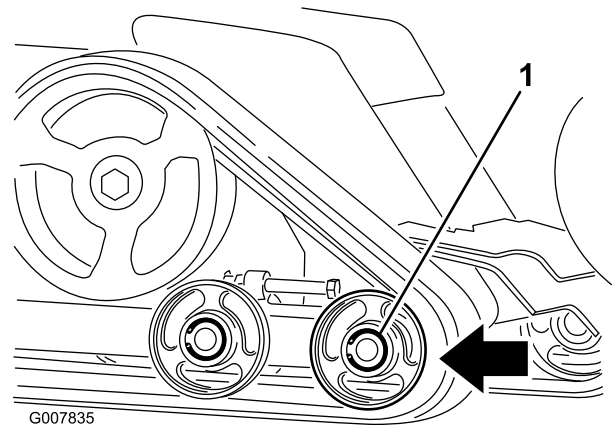

Bild 46
6. Drücken Sie das vordere Straßenrad so weit es geht nach hinten (Bild 46).
8. Wenn Sie die Kette vom Straßenrad entfernt haben, nehmen Sie sie von der Maschine ab (Bild 46).
9. Legen Sie die neue Kette, beginnend am Antriebsrad, um das Rad und stellen Sie sicher, dass die Stollen an der Kette zwischen die Distanzstücke auf dem Rad passen (Bild 46).
10. Drücken Sie die Kette unter und zwischen das hintere und mittlere Straßenrad (Bild 46).